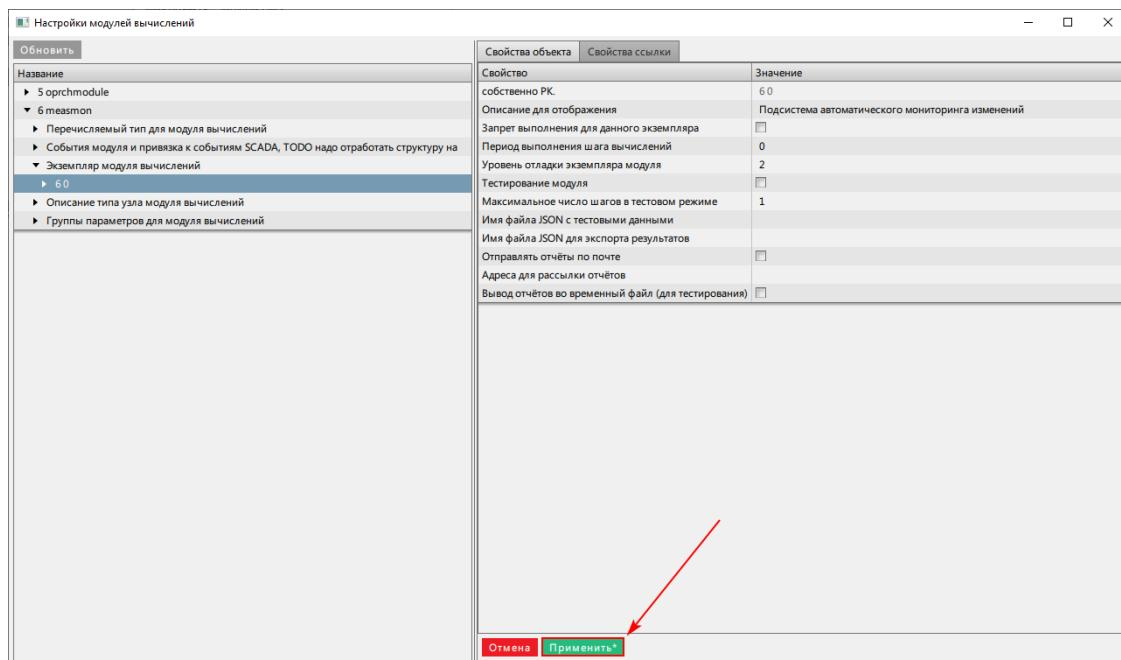

Рисунок 428 - Сохранение изменений
7. Нажмите Применить (Рисунок 428).